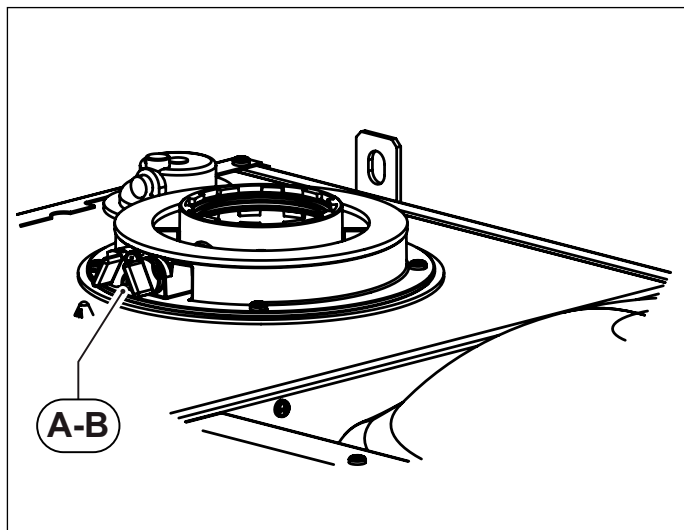
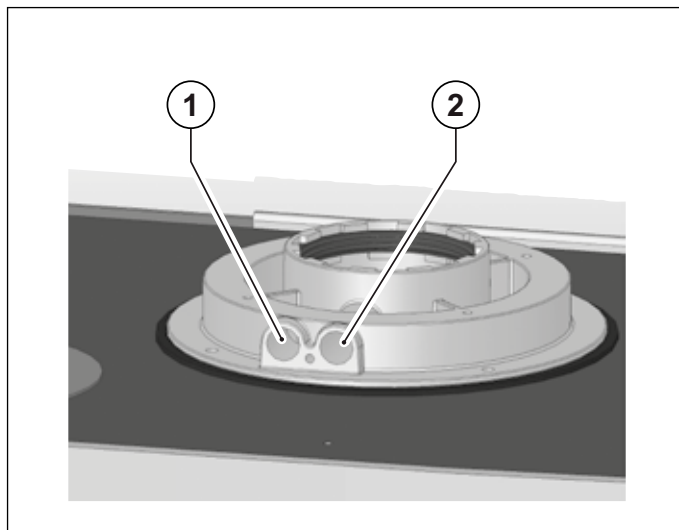

Abb. 17 Abgasstutzen
Abb. 18 Messöffnungen Abgasstutzen
Die Abgasmessung wird, an den dafür vorgesehenen Messöffnungen am Abgasstutzen durchgeführt (siehe Abb. 17 Abgasstutzen und Abb. 18 Messöffnungen Abgasstutzen).
Die Öffnung **A** ist zur Verbrennungsluftmessung bestimmt, die Öffnung **B** für die Abgasmessung (siehe Abb. 17 Abgasstutzen).
Vor Beginn der Messungen die Verschlussstöpsel **A** und **B** von den Messöffnungen entfernen und die Messsonde des Abgasanalysegeräts positionieren (siehe Abb. 17 Abgasstutzen).
- Messung der Verbrennungsluft **1** (siehe Abb. 18 Messöffnungen Abgasstutzen).
- Messung der Abgastemperatur und des CO₂ **2** (siehe Abb. 18 Messöffnungen Abgasstutzen).